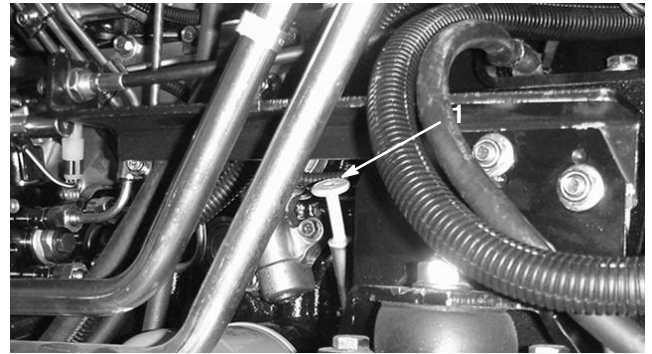

Bild 34
2. Nehmen Sie den Ölpeilstab heraus, wischen Sie ihn mit einem sauberen Lappen ab (Bild 34) und stecken Sie ihn in das Rohr. Nehmen Sie den Ölpeilstab aus dem Rohr heraus und prüfen Sie den Ölstand. Der Stand sollte zwischen den unteren und oberen Löchern am Ölpeilstab liegen (Bild 36).